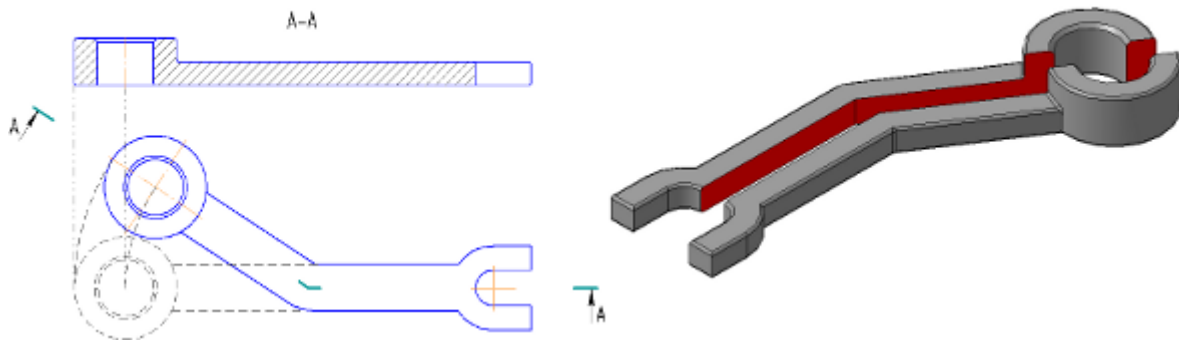

Рисунок 37 – Сложный — Ломаный разрез
- **ломаные**, если секущие плоскости пересекаются (Рисунок 37).